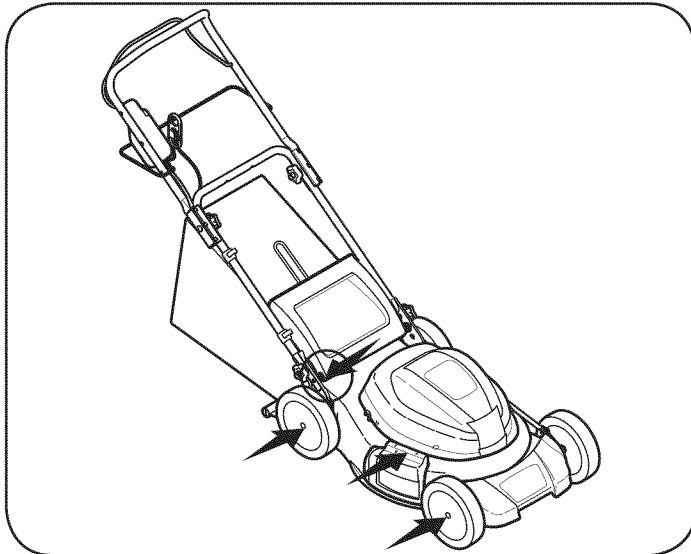

Figura 12
1. Lubrique las ruedas por lo menos una vez por temporada con aceite ligero o aceite para motor. Si las ruedas se quitan por cualquier razón, debe lubricar la superficie del brazo giratorio y la superficie interna de la rueda con aceite ligero. Vea la Figura 12.
2. Lubrique el resorte de torsión y el punto de pivote de la puerta trasera de descarga y clavija de abono lateral periódicamente con aceite ligero para evitar que se oxide. Vea la Figura 12.